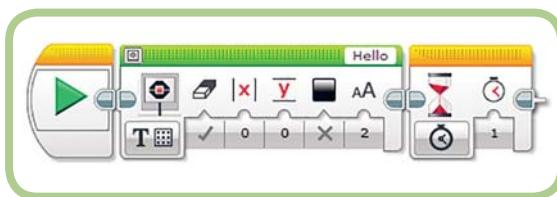

Рис. 2.13. Программа после добавления блока **Ожидание** (Wait)
- Помести блок **Ожидание** (Wait) справа от блока **Экран** (Display). Твоя программа должна выглядеть так, как показано на рис. 2.13.